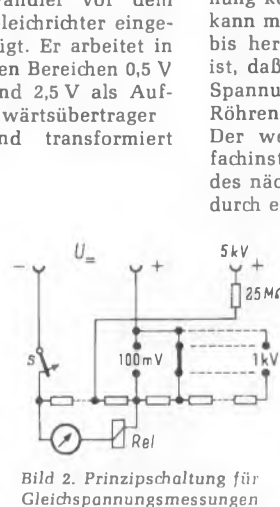

Bild 2. Prinzipschaltung für Gleichspannungsmessungen
**Gleichspannungsmessung.** Die üblichen Vorwiderstände sind nach Bild 2 angeordnet. In Reihe mit dem Meßwerk liegt eine Relaiswicklung für den Schutzschalter, dessen Funktion noch besprochen wird. Durch Umschalten des Bereichswählers erhält man die verschiedenen Meßbereiche von 100 mV bis 1 kV Vollausschlag. Außerdem können über eine getrennte Meßklemme Spannungen bis zu 5 kV gemessen werden. In diesem Fall wird der 25-MΩ-Vorwiderstand an eine Anzapfung des Nebenschlusses zum Meßwerk gelegt.